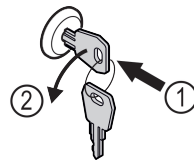

Fig. 181
- ▶ Вдавити ключ. Fig. 181 (1)
- ▶ Повернути ключ на 90° проти годинникової стрілки. Fig. 181 (2)